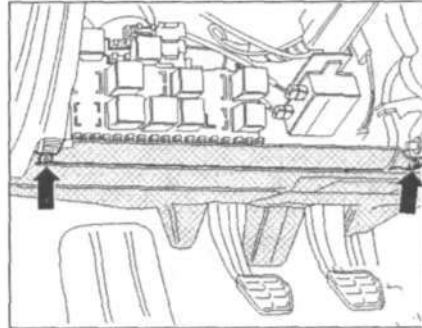

Рис. 8.11. Открутите болты крепления крышки (стрелки).
10. Открутите болты крепления крышки (**стрелки**) (рис. 8.11).